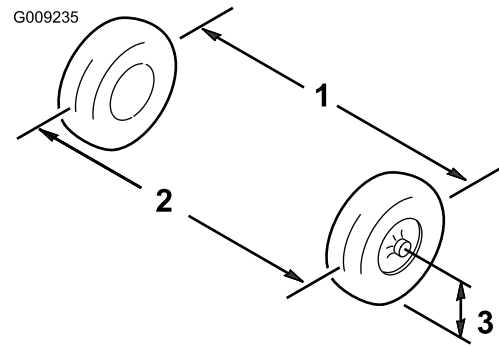

Figura 46
1. Mida la distancia entre los neumáticos delanteros a la altura del eje, en la parte delantera y trasera de las ruedas (Figura 46).